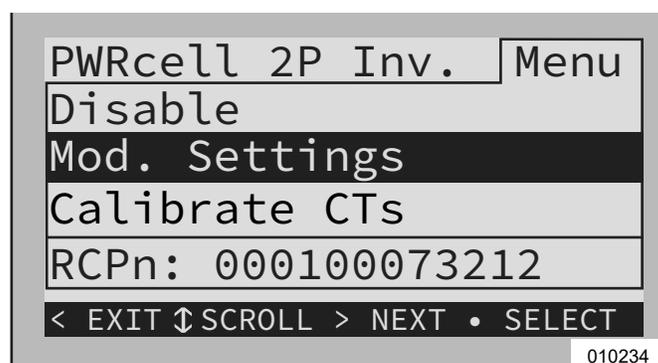

Figura 3-12. Página de dispositivo de Internet
- Consulte la Figura 3-12. Resalte Mod. Settings y presione el botón central para seleccionar